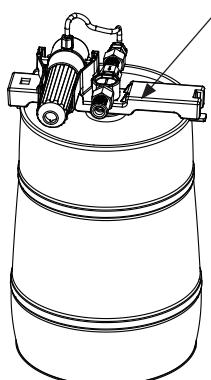

Figure 19
4. Retirez le distributeur du fût de bière vide (figure 19).